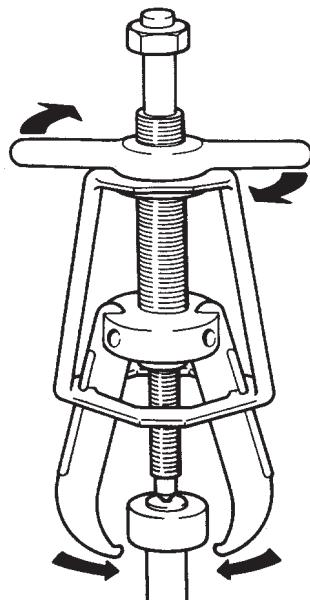

Abbildung 3
5. Drehen Sie den Quergriff im Uhrzeigersinn, um die Klauen am Objekt fest anzuziehen. (Siehe Abbildung 3)
4. Positionieren Sie den Abzieher über dem abzuziehenden Objekt. (Siehe Abbildung 3) Wenn nur der Innenlagerring auf der Welle verbleibt, reinigen Sie die Welle zunächst mit einem Schleifleinen und bringen Sie danach die Klauen in der Kugelrille an.